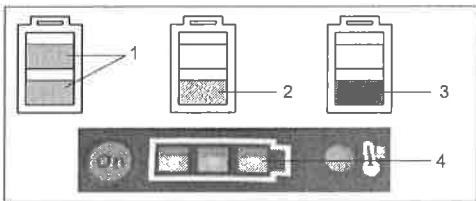

Fig. 10
– Read off battery charge on LED indicator (Fig. 10) on tool operating panel:
- Estado de carga del acumulador en el indicador LED (Fig. 10):
- Lire l'état de charge de l'affichage DEL (Fig. 10) sur le panneau de commande (l'appareil):